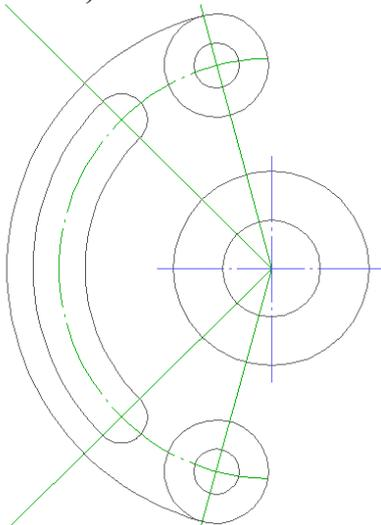

Рисунок 10. Готовый фрагмент чертежа
9. С помощью инструмента  «Триммирование» обрезаем ненужные части отрезков (см. рисунок 10)